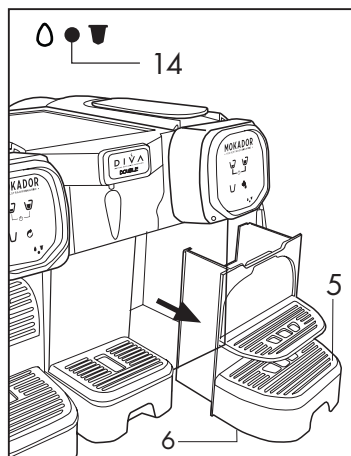
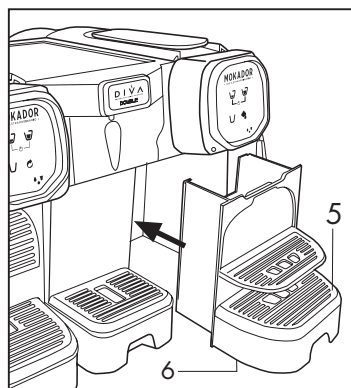

Fig. 15
Fig. 16
Rimuovere la griglia raccogli gocce (5) (Fig. 15), lavare e asciugare i componenti quindi rimontare la vaschetta (6) ed inserirla nella propria sede (Fig. 16)